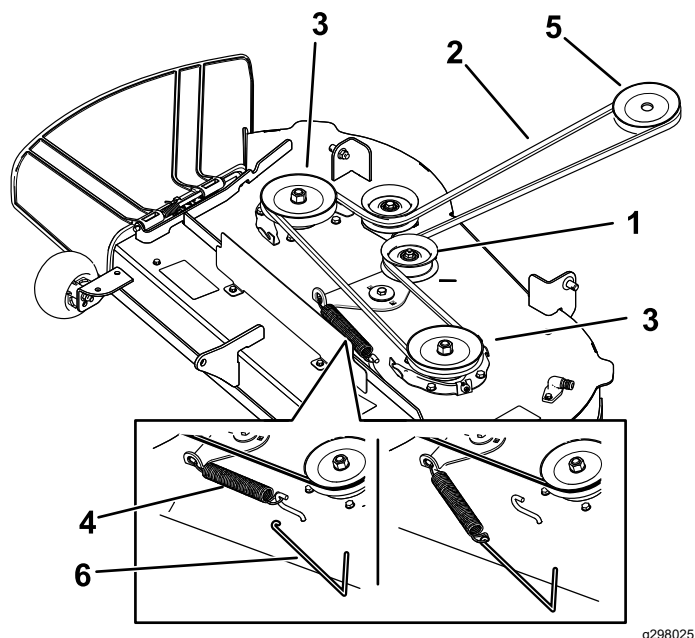
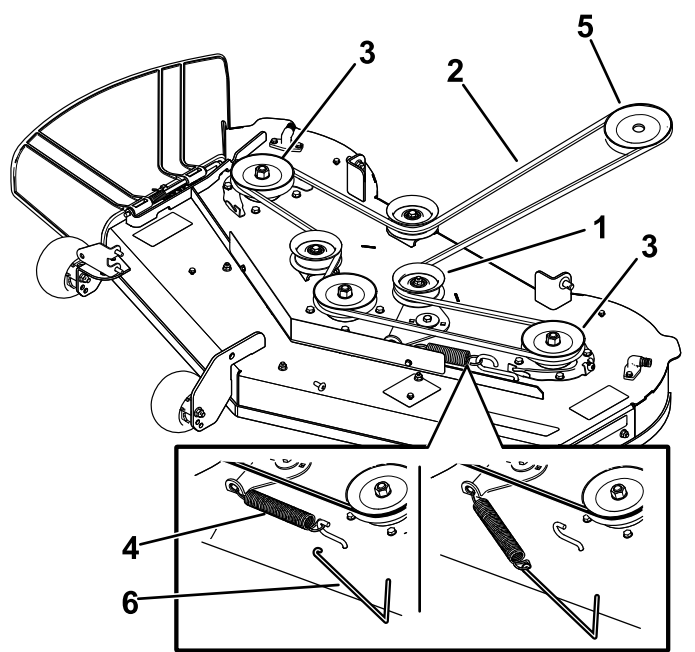

Figura 57
Figura 58
7. Utilizând un instrument de îndepărtare arcuri (nr. piesă Toro 92-5771), îndepărtați arcul rolei de ghidare din cârligul punii pentru a detensiona fulia rolei de ghidare i îndepărtați cureaua de pe fulii (Figura 57 sau Figura 58).
8. Amplasai cureaua nouă în jurul fuliilor motorului i ale mainii de tuns iarba (Figura 57 sau Figura 58).
9. Utilizând un instrument de îndepărtare arcuri (nr. piesă Toro 92-5771), montai arcul rolei de ghidare pe cârligul punii i tensionai fulia rolei de ghidare i cureaua mainii de tuns iarba (Figura 57 sau Figura 58).